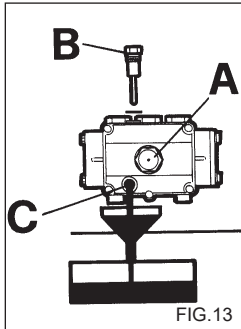

FIG. 13
- 2) Skruva ur locket med oljestickan (fig. 13).